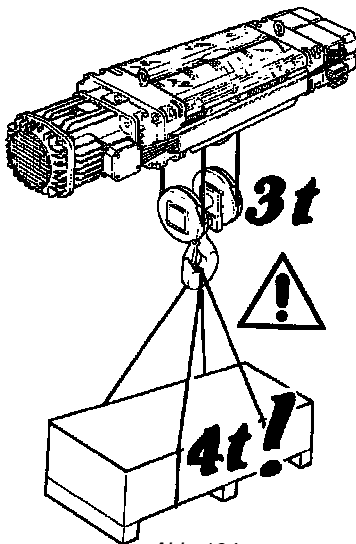

Abb. 104
- Lasten, deren Gewicht die Nenntragfähigkeit des E-Zugs überschreitet (Abb. 104).